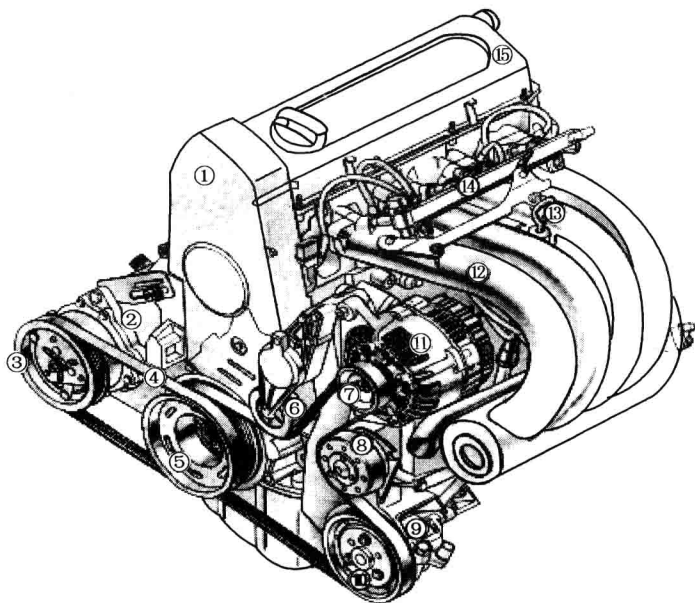
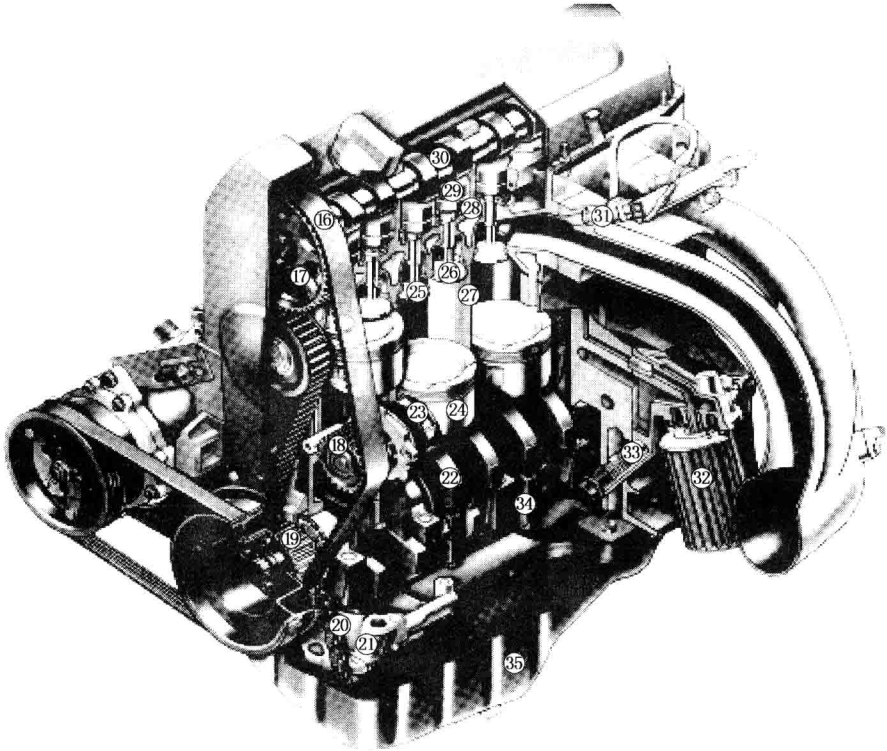
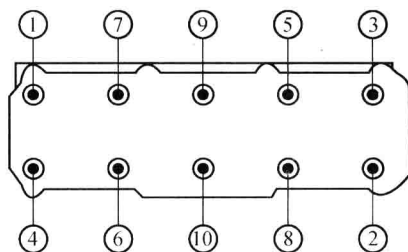

图 1-3 桑塔纳 2000GSi 发动机
图 1-4 桑塔纳 2000GSi 轿车发动机剖视图
图 1-7 汽缸盖螺钉拆卸顺序
发动机外部零部件拆卸如图 1-3 所示。
- (1) 旋松正时齿形带护罩 1 (图 1-3) 的固定螺钉，拆卸正时齿形带护罩，观察凸轮轴正时齿形带轮 17 (图 1-4) 的记号，以备以后正确安装。
- (2) 旋松汽缸罩盖 15 (图 1-3) 的固定螺钉，拆卸汽缸罩盖。
(1) 按图 1-7 数字所示的顺序从外到内拆下汽缸盖 28 (图 1-4) 的固定螺钉，抬下汽缸盖。
(2) 取下汽缸垫, 注意汽缸垫的安装朝向。
(3) 旋松油底壳的放油螺钉, 放出油底壳内机油。
(4) 翻转发动机, 拆卸油底壳紧固螺钉 (注意螺钉也应从两端向中间旋松), 拆下油底壳和油底壳密封垫。
(5) 旋松机油滤清器的固定螺钉, 拆卸机油滤清器、机油泵链轮和机油泵 21 (图 1-4)。
(1) 转动图 1-4 中的曲轴 22, 使发动机 1、4 缸活塞处于下止点。